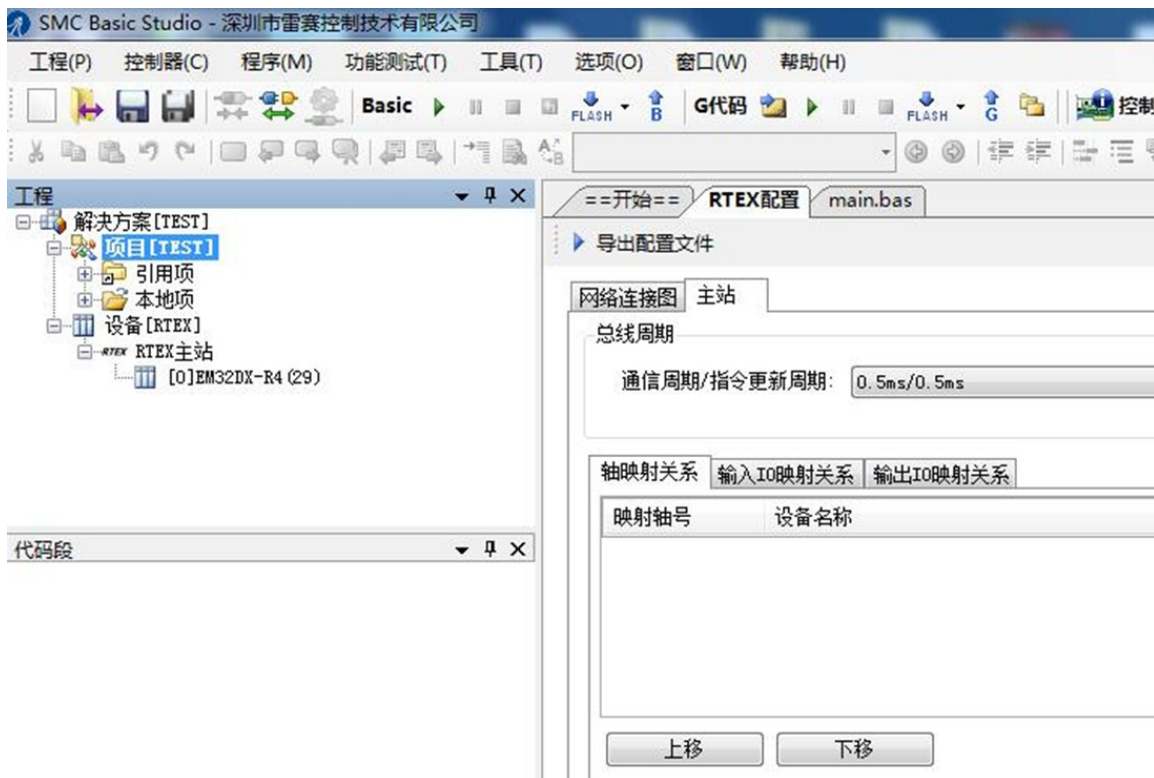

图 4.3 新建工程
- 1) 新建工程，在 Rtex 总线控制器编程软件 SMC Basic Studio 工程界面中可以看到，解决方案包含程序和主站设备，BASIC 程序可在本地项下拉中双击计入到程序编辑界面，如图 4.3 所示；